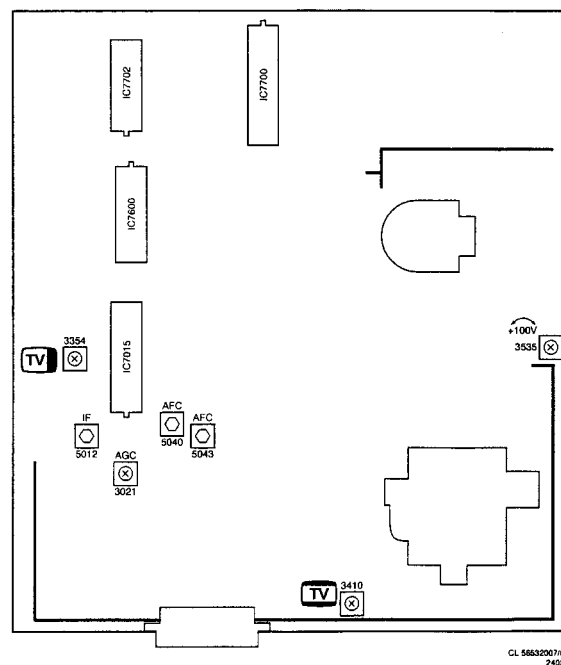

Abb. 7.1
1. Einstellungen auf der Haupt-Leiterplatte (Abb. 7.1)